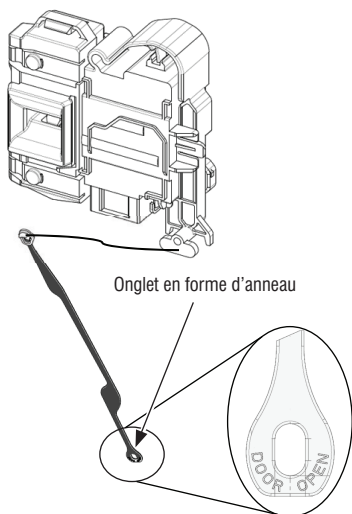

Figure 9 - Détails du verrou de porte
3. Tirer sur l'onglet en forme d'anneau sortant du coin droit inférieur de la laveuse (voir Figure 9).